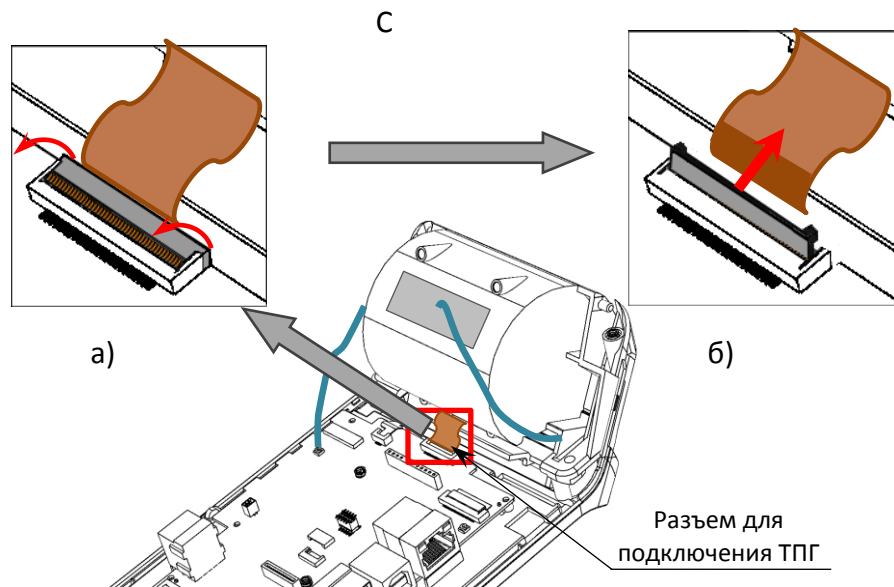

Рисунок 22. Отключение шлейфа ТПГ от разъема блока управления:
16. Подключить и зафиксировать шлейф новой ТПГ в разъеме БУ (рисунок 22).